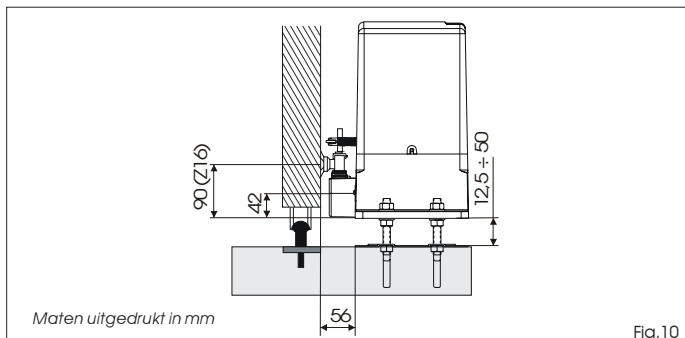

Fig. 10
- 2) Plaats de aandrijving op de funderingsplaat met behulp van de bijgeleverde schijfjes en moeren, zoals op fig. 9. Voer tijdens deze operatie de kabels door de daarvoor bestemde openingen in het motorhuis (zie Fig. 10, ref. 9). Indien nodig is het mogelijk om de twee gaten tot één gat te maken (gebruik hiervoor een hamer), zodat er een ruimere doorgang ontstaat.
- 3) Stel de hoogte van de motorvertraging en de afstand tot de poort in, zie de maten van Fig.10.